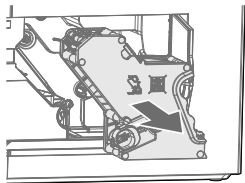

Fig. 3
5. Retire a unidade de extração (Fig. 3).